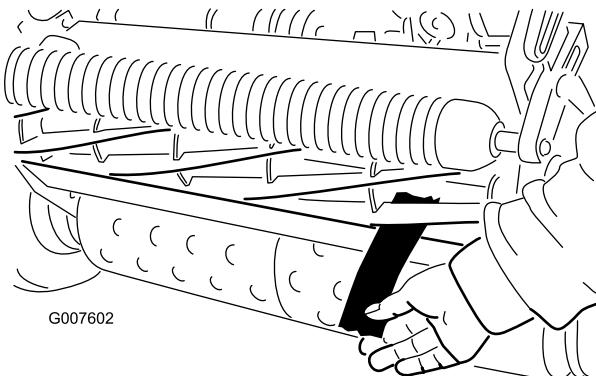

Figure 46
12. Contrôlez la performance de coupe en insérant une longue bande de papier de performance de coupe entre le cylindre et la contre-lame, perpendiculairement à la contre-lame (Figure 46). Faites tourner lentement le cylindre en avant ; il devrait couper le papier.